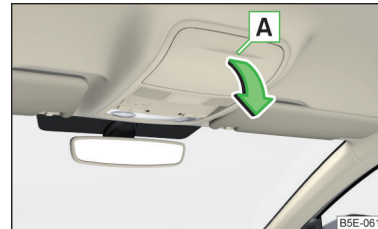

Abb. 105
- › Zum **Öffnen** auf den Deckel des Brillenfachs im Bereich A drücken. Das Fach klappt in Pfeilrichtung » Abb. 105.